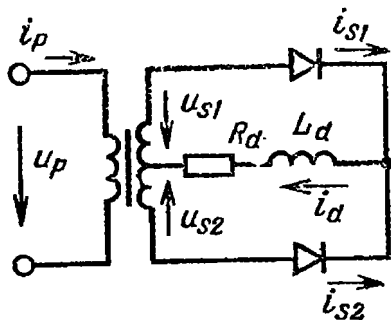

Рис. 12. Преобразователь со схемой 1Ф1Н2П
17. Определите коэффициент мощности λ , $\cos \phi$, а также коэффициент искажения v тока сетевой обмотки трансформатора в схеме, показанной на рис. 12, если $k_{\text{ТР}} = 1$, а) $L_d \approx \infty$, б) $L_d = 0$.